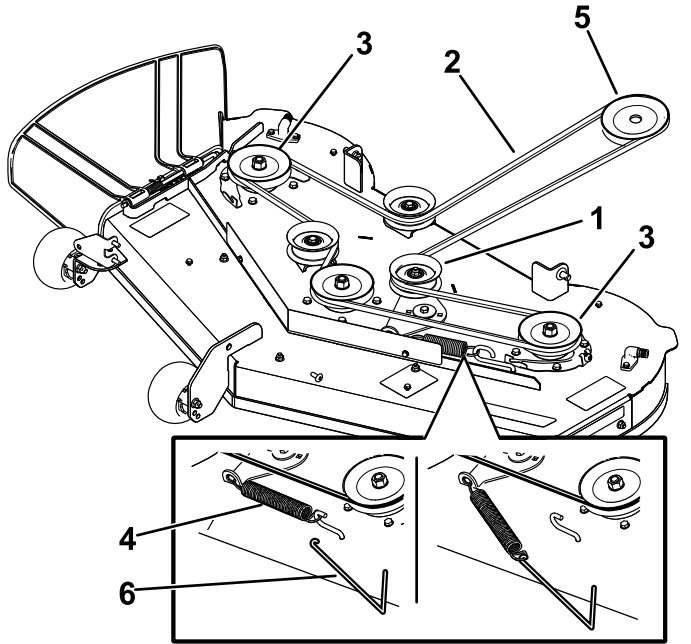

Figure 50
- À l'aide d'un outil de dépose de ressort (réf. Toro 92-5771), décrochez le ressort du crochet sur le tablier pour détendre la poulie de tension et déchaussez la courroie des poulies (Figure 50).
- Acheminez la courroie neuve autour de la poulie du moteur et des poulies du tablier de coupe (Figure 50).
- À l'aide d'un outil de dépose de ressort (réf. Toro 92-5771), accrochez le ressort au crochet situé sur le tablier, afin d'exercer une tension sur la poulie de tension et la courroie du tablier de coupe (Figure 50).